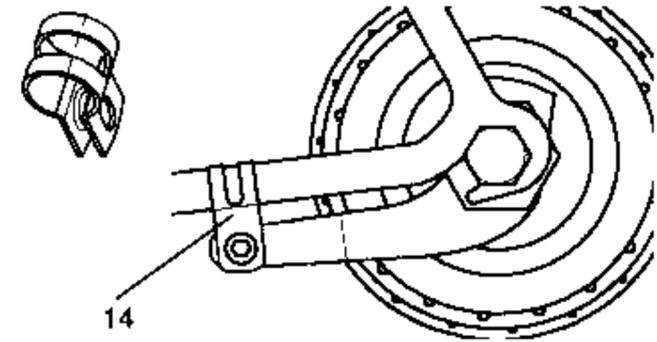

Bild 15
- Bremshebel mit Rohrschelle (14) verschrauben. Anzugsmoment 2 - 3 Nm. (Bild 15 s. auch Bild 19 Seite 7)